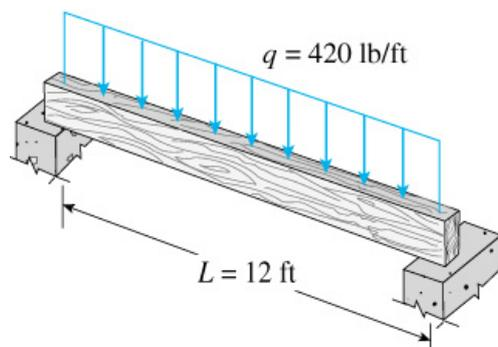

Figura 16 – Projeto de uma viga de madeira simplesmente apoiada.
1. Uma viga de madeira simplesmente apoiada tem um vão com comprimento $L=12 \text{ ft}$ e é submetida a um carregamento uniforme $q=420 \text{ lb/ft}$ como apresenta a Figura 16. A tensão de flexão permitida é 1800 psi , a madeira pesa 35 lb/ft^3 , e a viga é apoiada lateralmente evitando flambagem e inclinação. Selecione um tamanho apropriado para a viga a partir das tabelas resumidas.